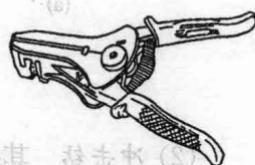

图 1-8 剥线钳
(4) 剥线钳 用于剥除小直径导线绝缘层的专用工具，其常用外形如图 1-8，耐压强度为 500 V。